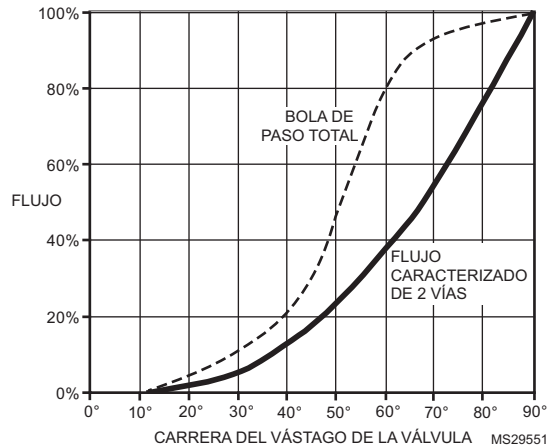

Fig. 33. Características de flujo típico.
1. Con el actuador de modulación, limite el intervalo de voltaje de control que emite el controlador de automatización de edificios. Las válvulas con insertos de control de flujo tienen una característica de flujo de igual porcentaje (consulte la Fig. 33). Cada
2. Para limitar mecánicamente la carrera, configure el actuador de acoplamiento directo (Direct Coupling Actuator, DCA) en la posición completamente abierta. Afloje el acoplador del eje y gire el eje de la válvula hacia la posición de flujo máximo deseada, según lo confirme la medición de presión en el serpentín, usando la información del fabricante de serpentines. Vuelva a ajustar el acoplador del eje. Use la Fig. 33 como guía para configurar la carrera del actuador.